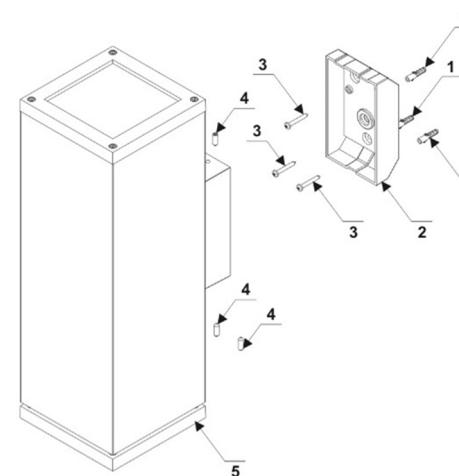

РИС.1. Схема монтажа светильника
5.1. Монтаж светильника (РИС.1)
- с) Отсоедините установочную панель (2) с обратной стороны светильника, вывернув крепежные винты (4);
- д) Наметьте и проделайте отверстия в монтажной поверхности, исходя из расположения отверстий на установочной панели (2). Вставьте дюбели (1) в подготовленные отверстия в монтажной поверхности;
- е) Протяните питающий кабель сквозь центральное отверстие в установочной панели (2);
- ф) Прикрепите установочную панель (2) к монтажной поверхности с помощью шурупов (3), используя подготовленные ранее отверстия с дюбелями. Не допускайте пережатия питающего кабеля;
- х) Прикрепите светильник (5) к установочной панели (2) с помощью крепежных винтов (4);